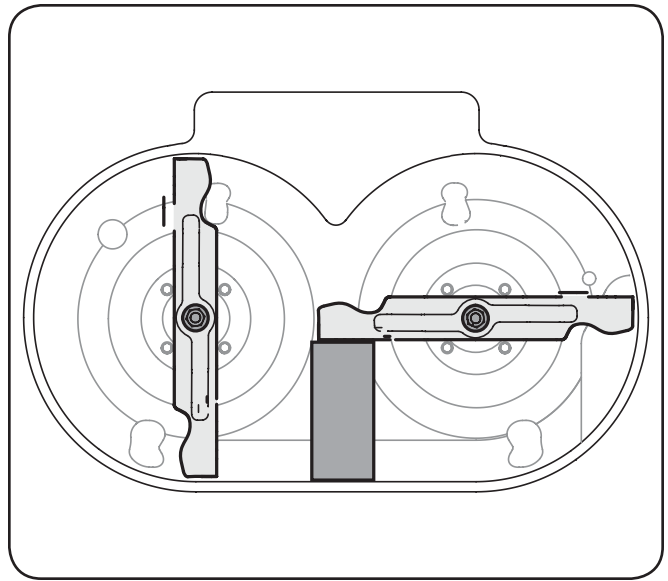

Figura 7-5
2. Coloque un taco de madera entre el deflector del alojamiento central de la plataforma y la cuchilla de corte, para que actúe como estabilizador. Vea la figura 7-5.